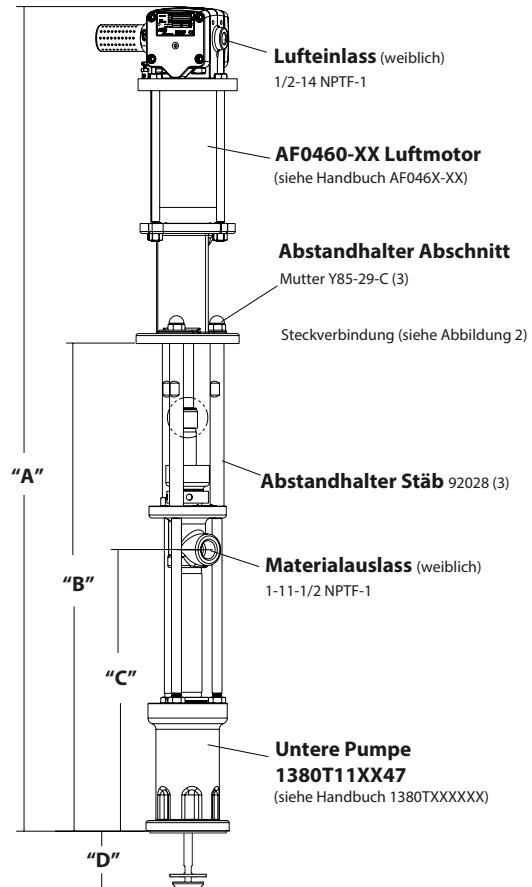

Abbildung 1
- Entfernen Sie die drei Nüsse (Y85-29-C) aus drei Abstandhalter-Stäbe (siehe Abbildung 1).